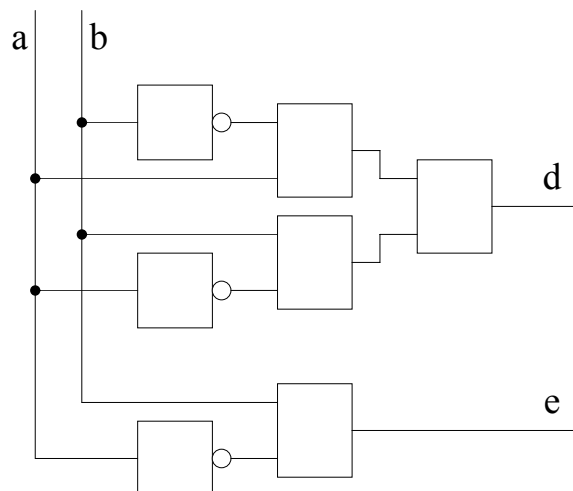

Bild 5.2: Schaltnetz eines Halbsubtrahierers
- e) Der Halbsubtrahierer soll nun in Hardware umgesetzt werden. Ergänzen Sie hierzu das Schaltnetz in Bild 5.2 durch Ausfüllen der Schaltungsblöcke derart, dass ein Halbsubtrahierer entsteht!